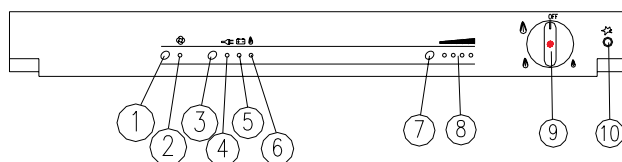

Fig. 3
Alimentation secteur (Fig.3)
Alimentation par batterie (Fig.3)
FONCTIONNEMENT A GAZ (Fig.3)
FONCTIONNEMENT à GAZ (Fig.3)
FONCTIONNEMENT AVEC ENERGIE ELECTRIQUE A TENSION DE RESEAU (Fig.3)
FONCTIONNEMENT AVEC ENERGIE ELECTRIQUE PAR BATTERIE (Fig.3)
ACTIVATION VENTILATEUR (Fig.3)
nergie. Pour obtenir le dégivrage complet du réfrigérateur pressez le bouton "3" (Fig.3) et fermez le robinet du gaz "9" (Fig.3). Laissez la porte ouverte pour accélérer les temps de dégivrage. N'enlevez pas la couche de givre en utilisant des objets métalliques pointus pouvant endommager l'appareil. A la fin du dégivrage remettez en marche le réfrigérateur.
- Placer le bouton du GAZ "9" sur la position OFF (Fig.3)